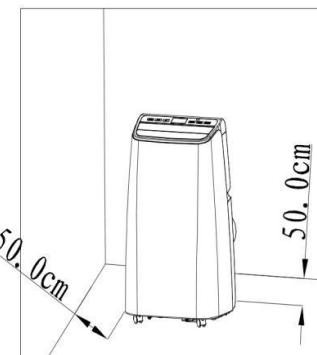

Figura 4
- Sistemare il climatizzatore davanti alla finestra, con il tubo di scarico e gli accessori adeguatamente montati. Posizionare l'apparecchio a una distanza minima di 50 cm dalle pareti o da altri oggetti (v. figura 4).